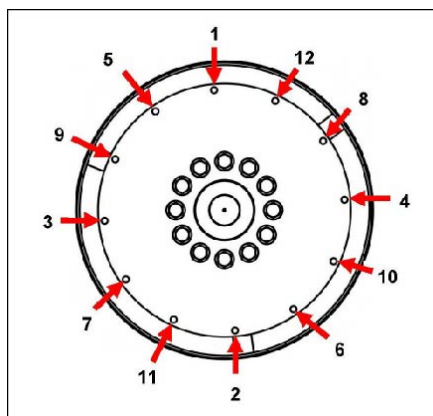

FIGURA 24. SEQUENZA DI FISSAGGIO
10. Rimuovere i perni di allineamento. Montare i bulloni di accoppiamento utilizzando rondelle di tipo adeguato da sistemare sotto le teste dei medesimi. Serrare i bulloni che fissano il disco di accoppiamento al volano, nella sequenza indicata in Figura 24 a pagina 44.